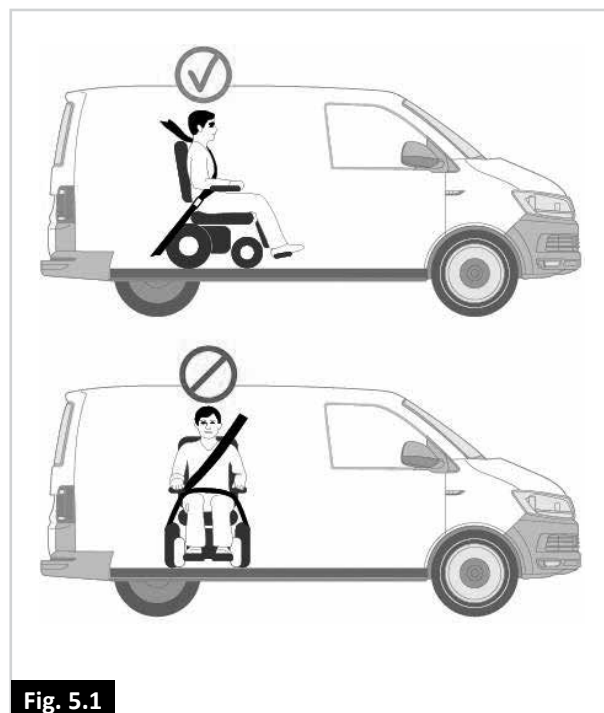

Fig. 5.1
- Rullstolen skall vara fastsatt i en framåtriktad körriktning. Denna rullstol är godkänd för användning i bilar och uppfyller kraven för framåtriktad transport och frontalkollisioner. Rullstolen har inte testats för andra positioner i ett fordon (Fig. 5.1).